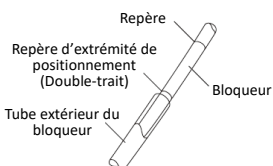

Fig.2
14. Pour repousser le bloqueur hors de la poche de la sonde endotrachéale, saisir la tige du bloqueur à proximité du tube extérieur du bloqueur (à la partie entre le repère d'extrémité de positionnement et le premier repère de profondeur, comme illustré en Fig. 2). Dans le cas contraire, la tige du bloqueur risque de plier ou de se briser.